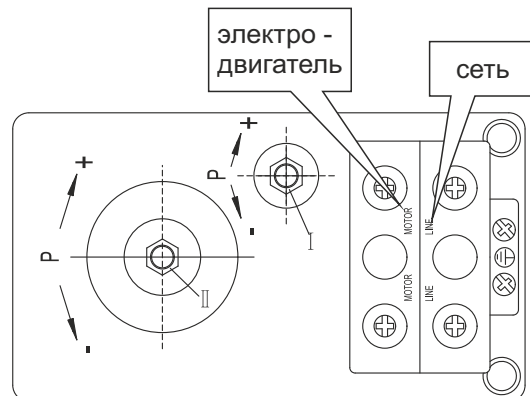

Рисунок 2
5. Отрегулируйте предварительное давление в воздушной камере гидроаккумулятора насосной станции (резервуаре-накопителе), которое должно быть равно 1,5 бар. Со стороны воздушной камеры на корпусе гидроаккумулятора (с противоположной стороны от резьбового штуцера для подсоединения к системе водоснабжения) расположена декоративная крышка, под которой находится пневмоклапан (штуцер с золотником). Для создания необходимого давления можно использовать, например, автомобильный насос с манометром, подсоединив его к пневмоклапану. Добейтесь чтобы давление в воздушной камере гидроаккумулятора было равно 1,5 бар (атм.). Если есть необходимость произвести регулировку реле, следуйте приведенной ниже инструкции (рис. 2):
- проверните гайку (II) по часовой стрелке - так достигается установка более высокого предела отключения электронасоса по требуемой величине давления в системе водоснабжения;
- проверните гайку (I) против часовой стрелки - таким образом повышается разница между режимом включения и отключения реле давления электронасоса.